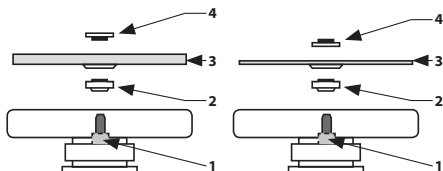
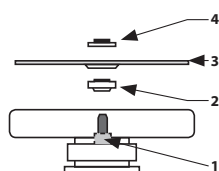

Abb. 13A
Abb. 13B
1. Setzen Sie die Unterlegscheibe auf die Spindel des Hebels des Winkelschleifers für die Montage der Scheibe (Abb. 13A oder Abb.10B, Position 2) so auf, dass sie in den Mulden der Spindel des Schleifers sitzt und sich mitdreht.
3. Auf die Spindel des Schleifers die Scheibe nach Abb. 13A und Abb.13B, Stellung 3 ausrichten und auf die Unterlage (siehe Abb. 13A und Abb. 13B, Stellung 2) aufsetzen.
4. Dann schrauben Sie auf die Spindel die äußeren Spannmutter auf (Abb. 13A, oder 13B, Position 4). Zur Fixierung der stärkeren Schleifscheibe (max. Stärke 6 mm) die Spannmutter mit der Seite mit hervorstehendem Ring in Richtung der Scheibe festschrauben (Abb. 13A, Position 4). Zur Befestigung einer dünnen Trenn-/Schleifscheibe schrauben Sie die Spannmutter mit der Seite ohne den hervortretenden Kragen in Richtung der Schleifscheibe auf (Abb. 13B, Position 4).